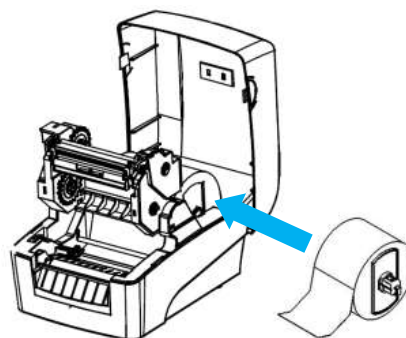

图 2.2.5
- 4) 将装在纸卷支撑杆上的纸卷放入纸仓，然后将纸前端拉出平铺于打印通道内，穿过缓冲轴之下，并用左、右逼纸块将拉出的纸夹住（见图 2.2.5）。